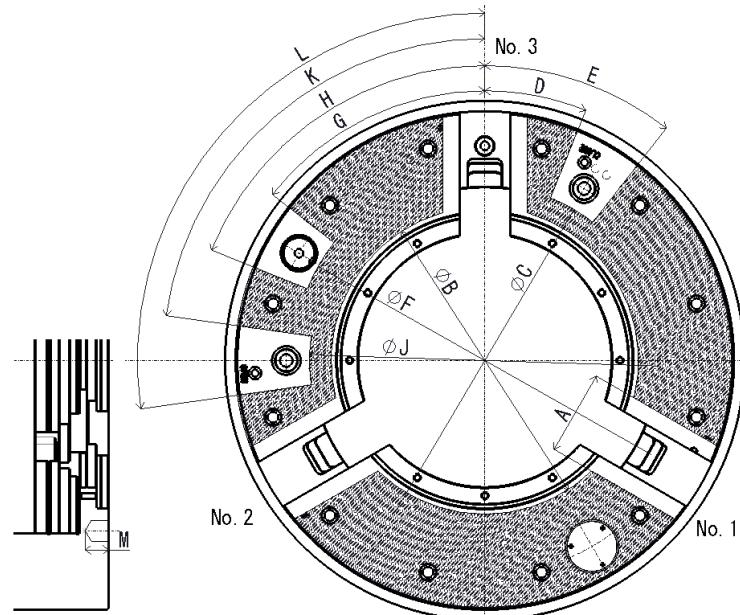

図 12
- チャックボディ表面にロケータや治具を取り付ける場合は、図 12 に示す追加工範囲内にタップまたは穴明けを行ってください。